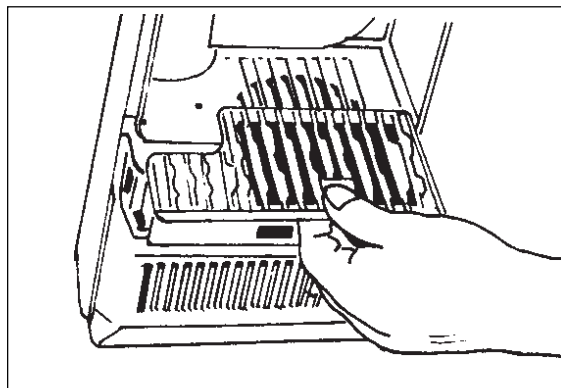

Figure 6
**REMARQUE : La grille de protection doit être installée avec l'ouverture vers l'arrière du réservoir d'aspiration. Voir figure 6.**